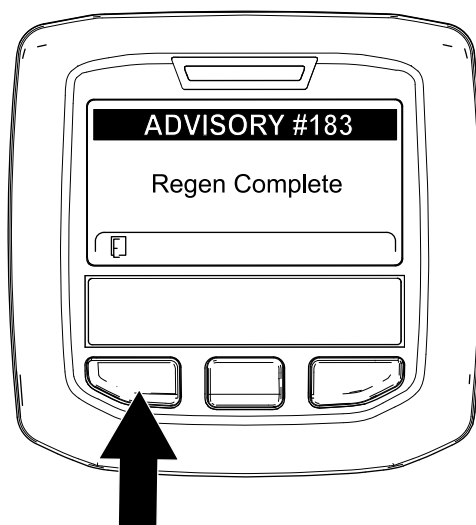

Figura 90
9. Când computerul motorului finalizează o regenerare în stare de parcare sau de recuperare, InfoCenter afiează ADVISORY #183 (recomandarea nr. 183) (Figura 90). Apăsai butonul din stânga pentru a reveni la ecranul de pornire.